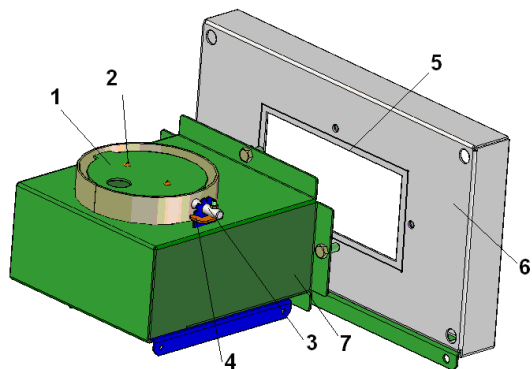
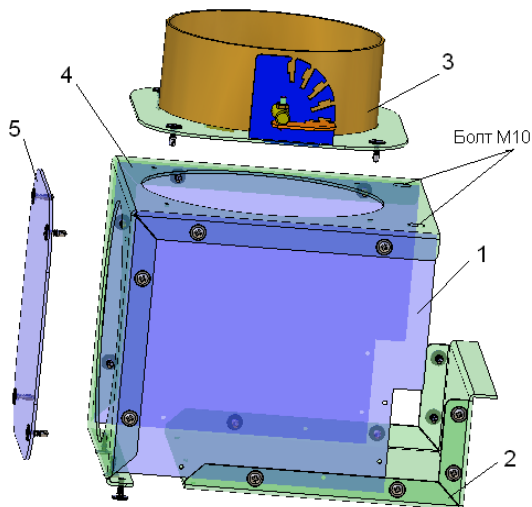

Рис.3 ДЫМОХОД КОТЛОВ КС-Т/ТГ/ТП-12-12р-12/16S
Рис.6 Дымоход котлов **КС-Т-11; КС-Т-15; КС-Т-11р, КС-Т-15р, КС-Т-11п, КС-Т-15п**
5.3.1 Котлы транспортируют со снятым дымоходом, поэтому перед эксплуатацией необходимо дымоход собрать (**рис. 3,4,4.1,5,6**).
Рис.3 : установить заслонку поз.1, закрепив на оси поз.3 двумя винтами М4х10 поз.2. Фиксатор поз. 4 закрепить на оси поз.3 винтом М4х20 и гайкой М4. Между желобом поз.7 и основанием поз.6 установить Набивку АС 6х6 поз.5.
Рис.6: вставить боковины 1 в дно 2, закрепить предварительно винтами-саморезами. Сверху надеть крышу 4, закрепить предварительно винтами-саморезами. Трубу 3 и опору 5 можно поменять местами. Теперь окончательно затянуть все винты-саморезы.
Установить дымоход на заднюю поверхность котла, закрепив 4-мя болтами М10 с шайбами (**рис.3, 4, 4.1, 5**) или 2-мя болтами М10 (**рис.6**).